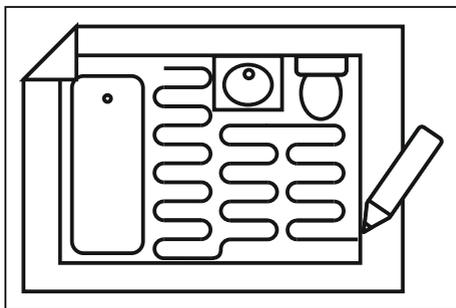

Рис. 2 – Составление плана укладки
3. Сделать план раскладки кабельной секции, заполнив бланк схемы монтажа (рис. 2). Расстояние между нагревательным кабелем и стеной должно быть не менее 10 см. Расстояние между нагревательными приборами и кабелем быть не менее 30 см.